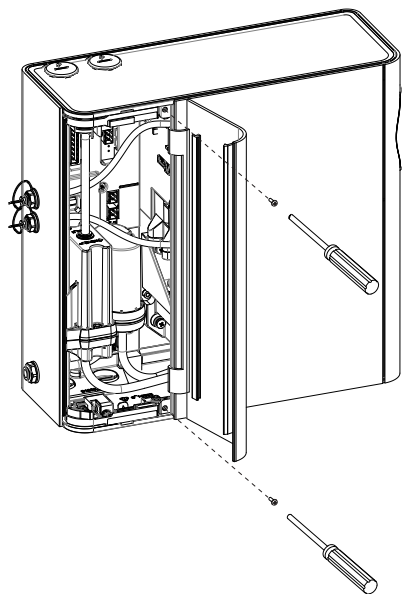

Рис. 7-3: Демонтаж панели — снятие винтов
2. Открутите два винта, расположенных по линии шарнира дверцы, как показано ниже на Рис. 7-3.